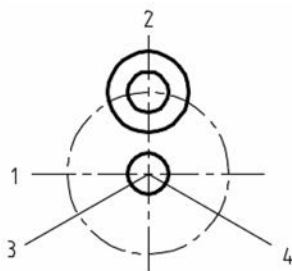

图 2-23 绘制法兰盘步骤二
(2) 分别画圆,直径为 $\phi 10$ mm、 $\phi 20$ mm、 $\phi 40$ mm,如图 2-23 所示。